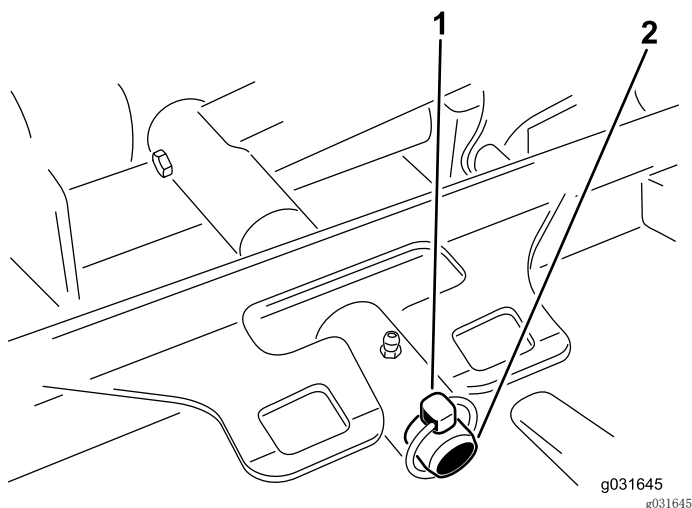

图 69
3. 卸下将滚刀组承载架固定至提升臂枢轴销的保险销或锁紧螺母（图 69）。
3. 将滚刀组承载架滑到提升臂枢轴销上，并用保险销或锁紧螺母固定（图 69）。